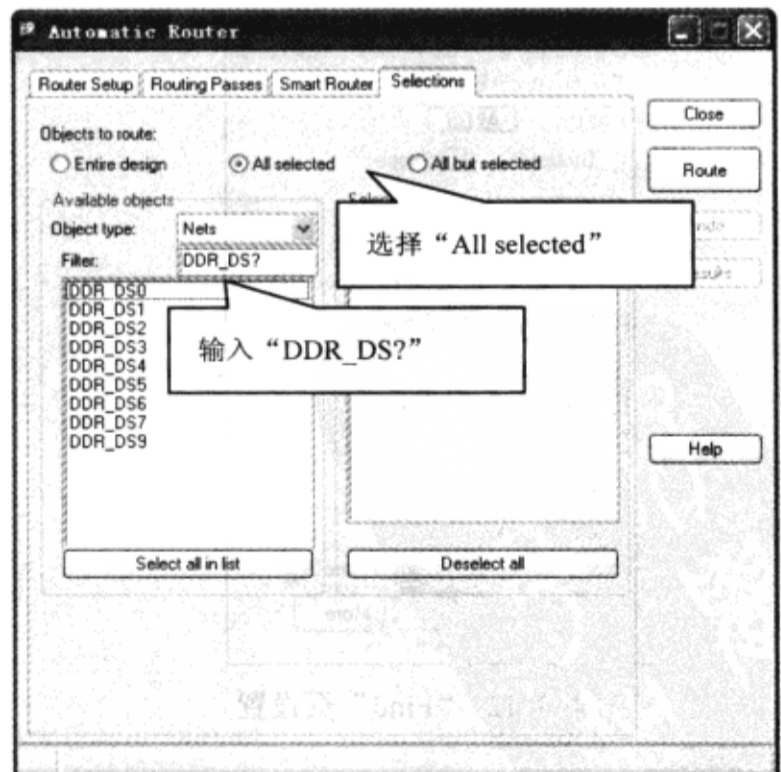

图 4-3-16 “Selections”标签页参数设置
(6) 在“Automatic Router”对话框中选择“Selections”标签页，选中“All selected” → 在“Available objects”区域的“Filter”栏中输入“DDR\_DS?”并按“Tab”键，显示 DDR\_DS0 到 DDR\_DS9 的网络，如图 4-3-16 所示。